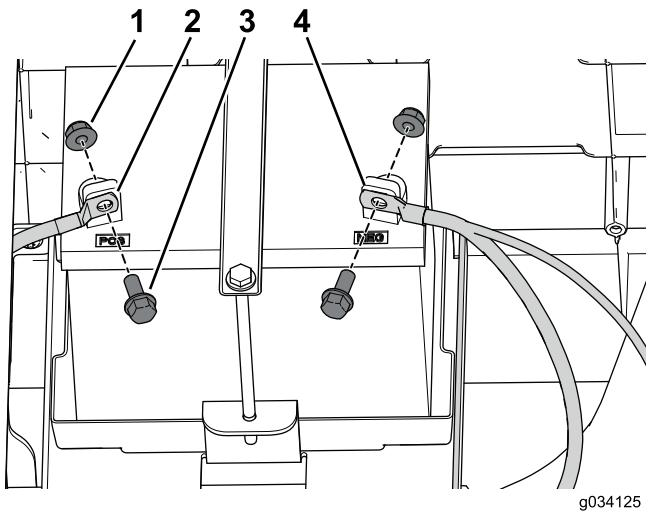

图48
1. 使用螺栓和螺母将正极 (+) 接线固定到电池端子 图48。
2. 使用螺栓和螺母将负极 (-) 接线固定到电池端子 图48。